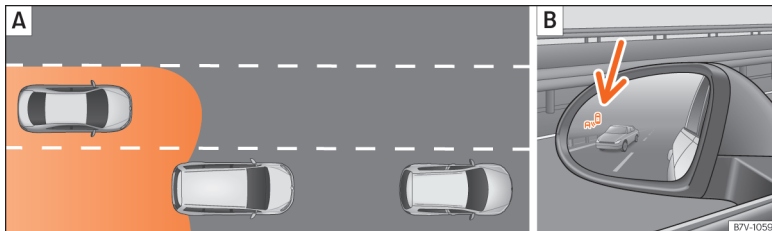

Abb. 262 Schematische Darstellung: **[A]** Überholvorgang mit Verkehr im hinteren Bereich. **[B]** Anzeige des Blind-Spot-Assistenten im Außenspiegel links.
Die Radarsensoren befinden sich links und rechts am hinteren Stoßfänger und sind von außen nicht sichtbar »» **Abb. 261**. Die Sensoren erfassen den Bereich des toten Winkels, sowie den hinter dem Fahrzeug erzeugten Verkehr »» **Abb. 262**, »» **Abb. 263**. Die Seitenbereiche umfassen etwas über eine Fahrbahnbreite.
In nachfolgenden Situation wird die Anzeige im Außenspiegel »» **Abb. 262 [B]** (Pfeil) oder »» **Abb. 263 [B]** (Pfeil) dargestellt:
- Bei einer Überholung durch ein anderes Fahrzeug »» **Abb. 262 [A]**.